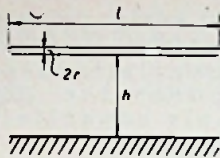

Fig. 19
a) Een horizontale antenne van l cm lengte op een hoogte van h cm boven de aarde gespannen heeft, wanneer de straal van de draad r cm is (fig. 19) een capaciteit: